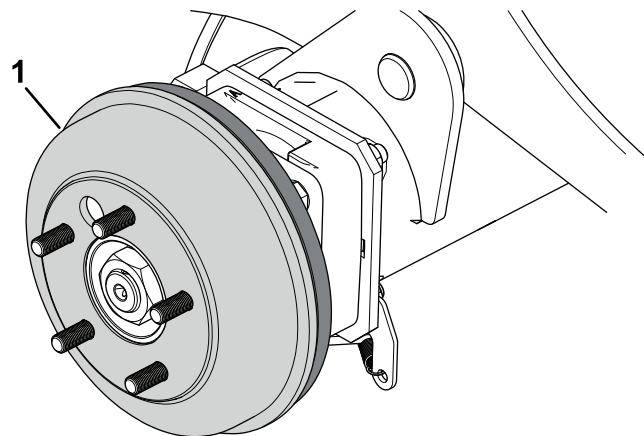

Рисунок 75
4. Снимите тормозные барабаны (Рисунок 75) усилием руки.